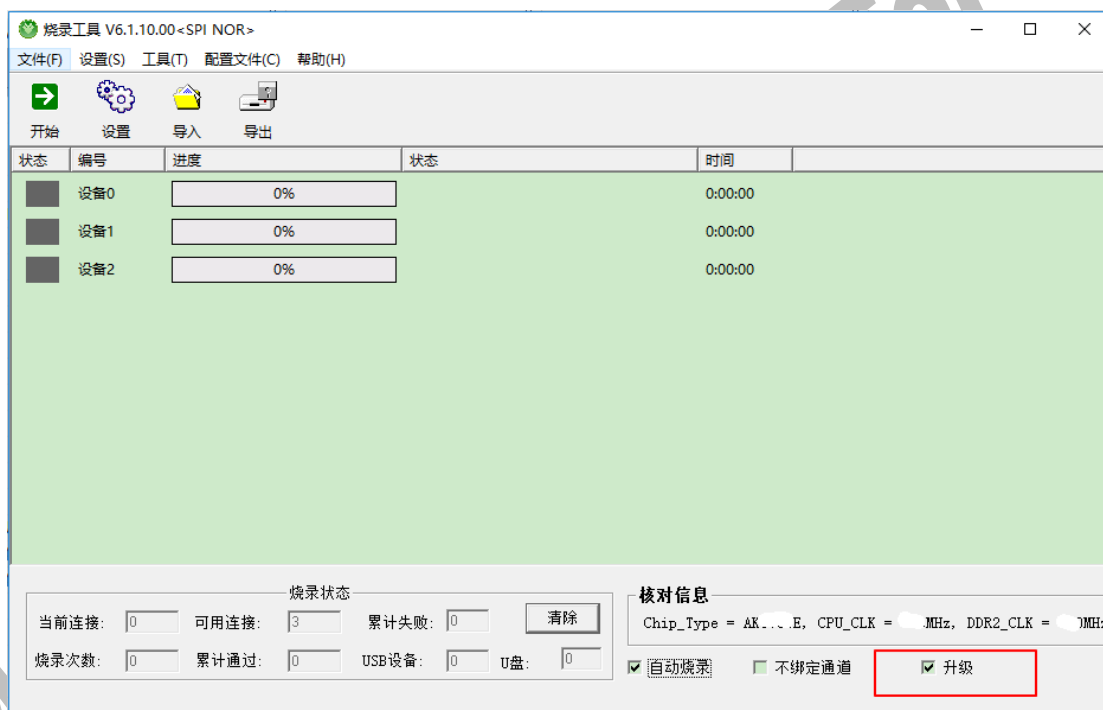

图 6-1 勾选升级
1、双击  BurnTool，进入 BurnTool 主界面，勾选“升级”，如图 6-1 所示。